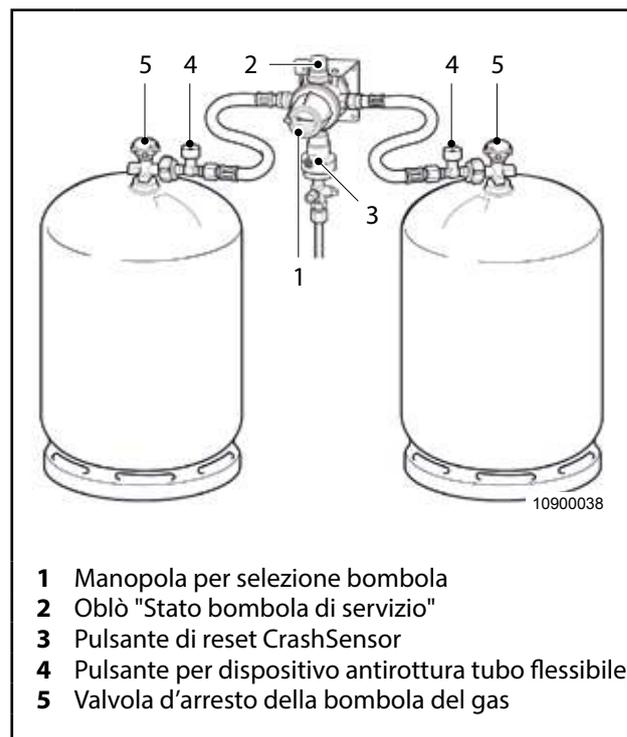
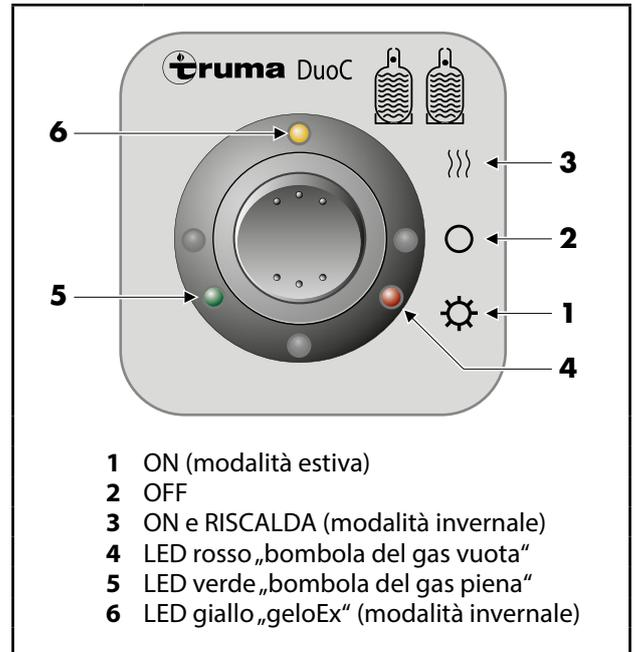

Fig. 33 Truma DuoControl CS
Fig. 34 Teleindicatore Duo C
La manopola Selezione bombola (Fig. 33, pos. 1) consente di determinare manualmente quale bombola è quella di servizio e/o quella di riserva.
Sul finestrino „Stato bombola di servizio“ (Fig. 33, pos. 2) viene visualizzato lo stato del prelievo momentaneo del gas:
La bombola di servizio determinata mediante la manopola Selezione bombola (Fig. 33, pos. 1) viene per prima svuotata. Se la bombola di servizio è vuota, con teleindicatore attivo si accende la spia di controllo rossa (Fig. 34, Pos. 4) che segnala la bombola di servizio vuota.
Quindi il regolatore di pressione del gas commuta automaticamente sulla bombola di riserva. Con teleindicatore DuoC attivo (accessorio speciale) la spia di controllo rossa (Fig. 33, Pos. 4) si spegne e si accende la spia di controllo verde (Fig. 34, Pos. 5) che segnala la bombola di riserva piena.
1. Aprire la valvola d'arresto della bombola del gas (Fig. 33, pos. 5).
2. Premere fortemente il tasto verde del dispositivo antirottura del tubo flessibile (Fig. 33, Pos. 4).
3. Eventualmente, ad es. dopo una nuova installazione o battuta involontaria della bombola del gas contro il Duo-Control CS, per ripristinare l'elemento di scatto del CrashSensor premere il pulsante verde di reset (Fig. 33, pos. 3).
1. Girare la manopola Selezione bombola (Fig. 33, pos. 1) di 180° in posizione bombola di riserva e chiudere la valvola della bombola vuota. L'indicatore di stato sul teleindicatore (accessorio speciale) cambia su verde (Fig. 34, pos. 5).
4. Aprire la valvola della bombola del gas piena e premere il pulsante del dispositivo antirottura (Fig. 33, pos. 4). L'indicatore di stato sul teleindicatore (accessorio speciale) rimane su verde (Fig. 34, pos. 5).
5. Dopo il collegamento, girare brevemente indietro la manopola Selezione bombola (Fig. 33, pos. 1) sulla bombola del gas piena, per sfiatare l'impianto a gas con le utenze funzionanti.
Mettere l'interruttore in posizione ON (modalità estiva) (Fig. 34, Pos. 1). I due LED (4 e/o 5) mostrano lo stato della bombola di servizio:
LED verde (Fig. 34, Pos. 5) = bombola del gas piena acceso
LED rosso (Fig. 34, Pos. 4) = bombola del gas vuota acceso
Per disinserire mettere l'interruttore in posizione OFF (Fig. 34, pos. 2).
1. Mettere l'interruttore in posizione ON e RISCALDA (modalità invernale) (Fig. 34, pos. 3). Aggiuntivamente all'indicatore di stato della bombola di servizio viene riscaldata la valvola di commutazione e questo segnalato con il LED giallo geloEx (modalità invernale) (Fig. 34, pos. 6).
2. Per disinserire mettere l'interruttore in posizione OFF (Fig. 34, pos. 2).